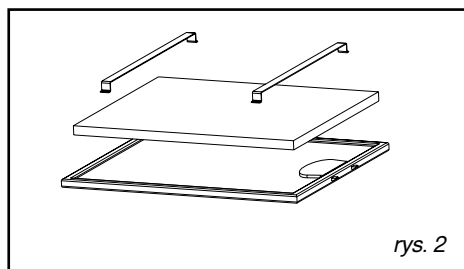

rys. 1
- **Demontaż filtra kasetowego (rys. 1)**
- Zdjąć osłonę (rys. 1).